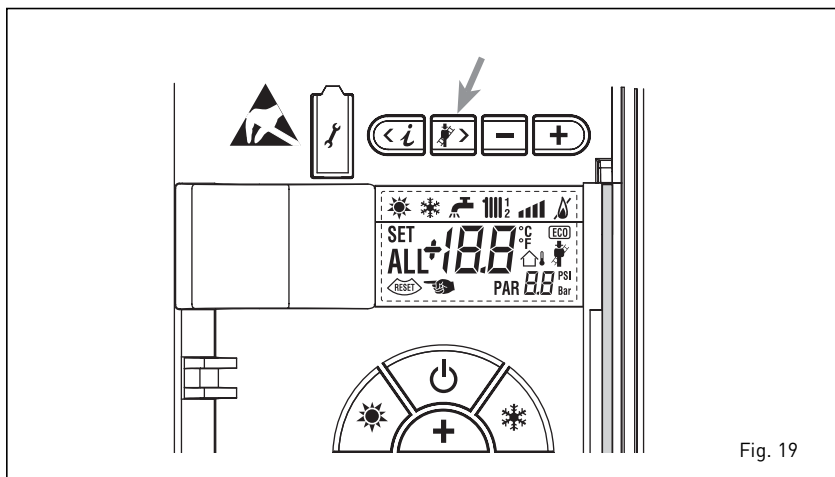

Fig. 19
4.5.1 Chimney sweep function (fig. 19)